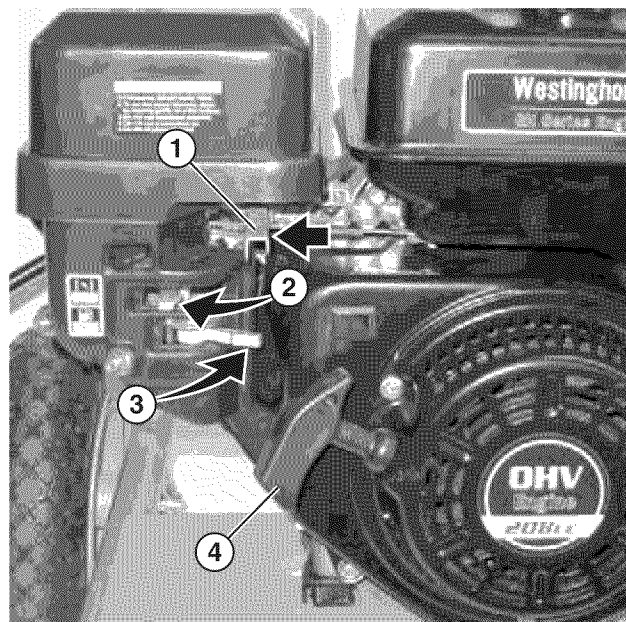

Figura 42 – Palanca del acelerador, palanca del cebador, válvula de cierre de combustible
5. Mueva la palanca del acelerador hasta la posición de aceleración máxima (Ver Figura 42). Mueva la palanca del cebador a la posición cebador. Abra la válvula de cierre de combustible.